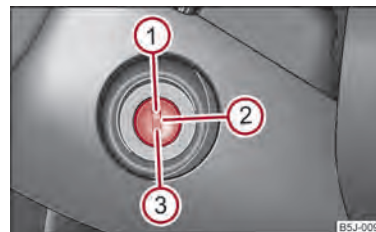

Abb. 82 Zündschlossstellungen
- Den Motor schalten Sie durch Drehen des Zündschlüssels in Stellung ① aus ⇒ Abb. 82.